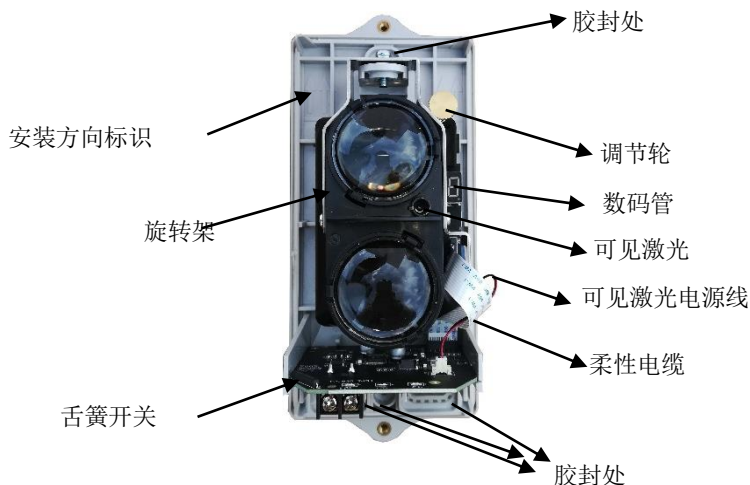

图 2 内部器件及胶封示意图
2. 探测器内部器件及胶封示意图如图 2 所示。
注意：若探测器安装于特殊环境，如：有轻微烟尘、潮湿的环境，为保证探测器稳定工作，在探测器固定好且接线完成后，用玻璃胶或 703 硅胶将图 2 所指三处（两处安装孔一处进线孔）胶封。